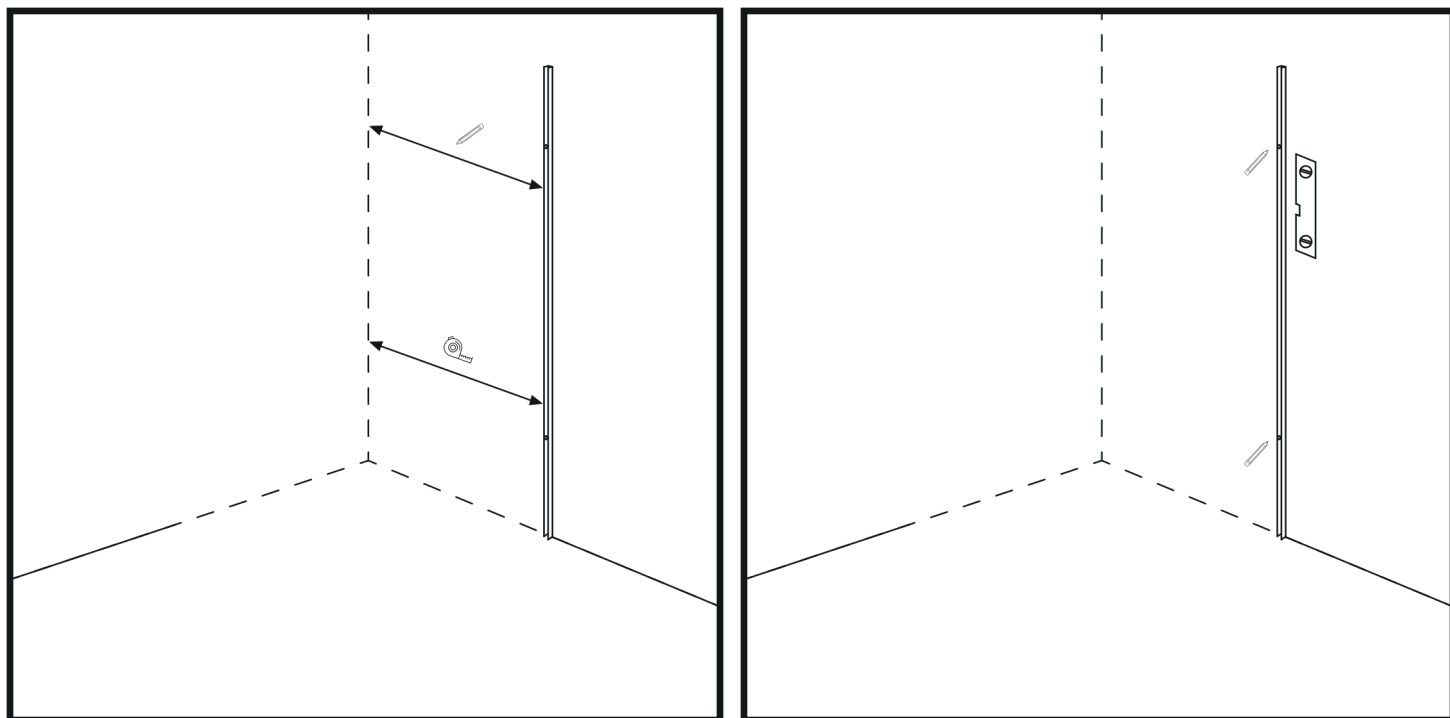

Abbildung 1
2. Messen Sie den Abstand des Scharnierleistenprofils von der parallelen Wand nach Ihrem Wunsch, basierend auf dem Design Ihrer Duschkabine und machen Sie Markierungen. (Abbildung 1)